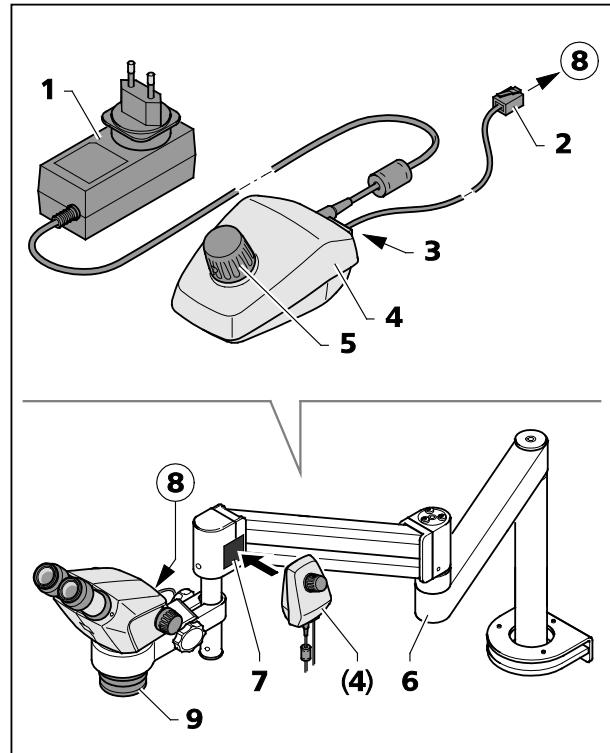

図 24 コントローラー K LED
コントローラー K (図 24/4) は、ズームスタンド B または U、あるいはその他のスタンドと一緒に使用する際の Stemi 305 本体の垂直照明またはリングライトの制御に使用します。
- フロントレンズシステム $0.5x / 185\text{ mm}$ (図 24/9) を顕微鏡本体に取り付けます。
- リングライトを使用する時は、同梱のアダプター (内径 : 58 mm、外径 : 66 mm) を使って、これをフロントレンズシステム (図 24/9) に合わせます。
- バグネットプレート (図 24/7) の接着側をスイングアームスタンドに固定します。
- 同梱の接続ケーブル (1 m) (図 24/2) を顕微鏡本体またはリングライトのソケット (図 24/8) あるいはコントローラー K (図 24/4) 背面のソケット (図 24/3) に差し込みます。
- コントローラー K (図 24/4) をマグネットプレート (図 24/7) にセットします。
- 電源装置 (図 24/1) を使用して、コントローラー K を電源に接続します。
- スイングアームスタンド (図 24/6) を使いやすい位置に調整します。
- コントローラー K の回転つまみ (図 24/5) を押すと垂直照明 (またはリングライト) がオンになります。回転つまみを回して強度を調整します。